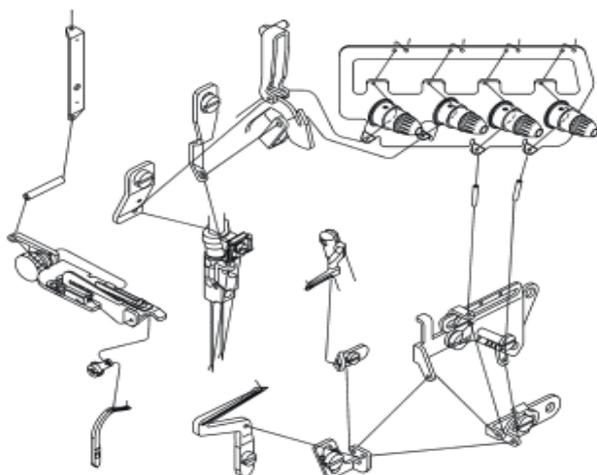

Fig. 19 / Fig. 19
3. Для пяти нитей 757 (рис. 19)